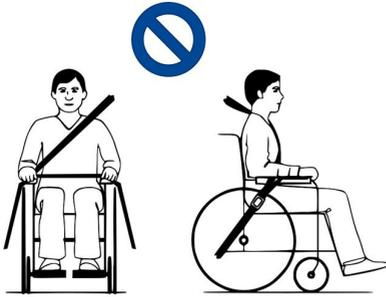

Abb. 3
6. Achten Sie darauf, dass die Gurte nicht verdreht sind oder vom Körper ferngehalten werden, wie in Abbildung 3 gezeigt.